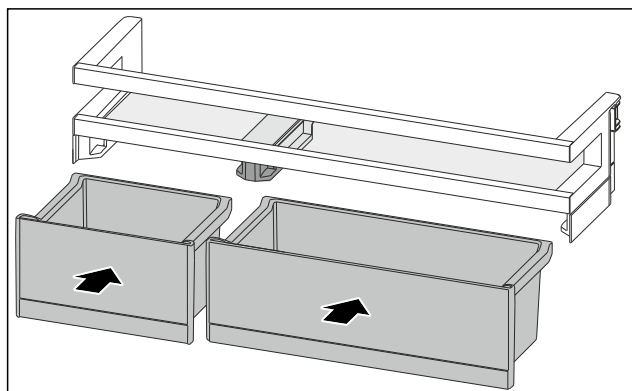

Fig. 169
- ▶ Introduceți VarioBox-urile dispuse invers. (vezi Fig. 169)